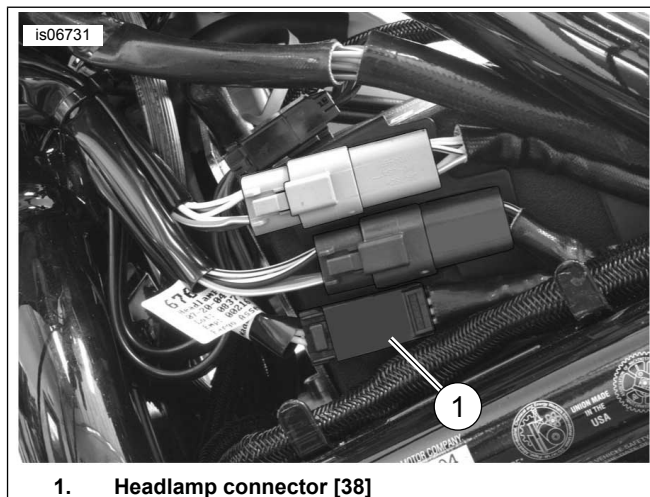

Figure 30. Mga Lokasyon ng Pagdugtong sa Kable (2005-mas bagong V-Rod)
1. Tingnan ang Figure 30 . Putulin ang kahel/puting kable ng pangunahing harness ng sasakyan na malapit sa headlamp pin connector [38A] (1).